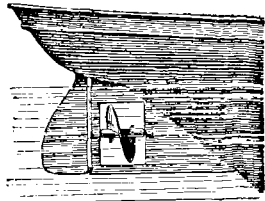

Fig. 110.
2. Comme le montre le dessin (fig. 110), l'**hélice** se compose de lames métalliques établies en forme de spirale sur un arbre parallèle à la quille, et tournant dans une ouverture pratiquée à l'arrière, au-dessous de la ligne de flottaison. Quand cette espèce de vis se meut avec rapidité, elle trouve dans l'inertie de l'eau une résistance analogue à celle qu'elle trouverait dans un écrou métallique : de là résulte la progression, le mouvement en avant du navire qui la porte.